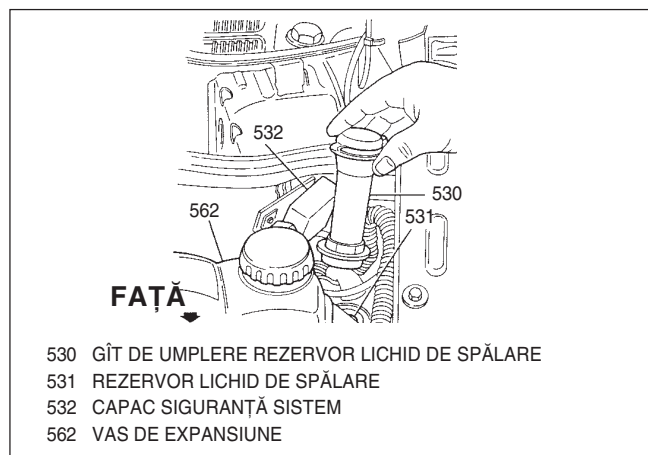

Fig. 34 Gîtul de umplere al rezervorului de lichid de spălare
- Se deșurubează și se demontează gîtul de umplere al rezervorului de lichid de spălare (Fig. 34).